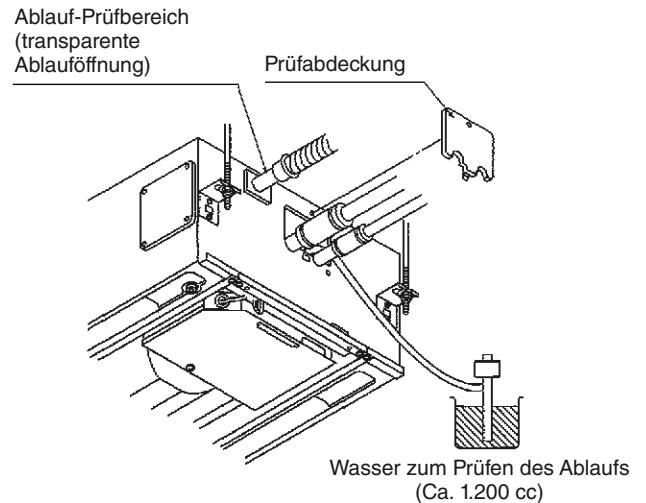

Abb. 3-31
- (4) Nach der Überprüfung des Ablaufs den Überbrückungsstecker am Prüfanschluss-Stift (CHK) wieder abnehmen, dann die Leitungsabdeckung wieder anbringen. (Abb. 3-31)
Die Leitungsabdeckung mit 4 × 8 Schneidschrauben befestigen. (Abb. 3-31) Keine zu langen Schrauben verwenden, da diese sich durch die Ablaufwanne bohren und einen Wasseraustritt verursachen können.